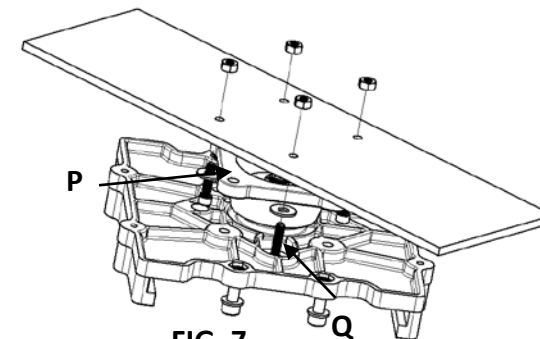

FIG. 7
◆ Secure the pivot base "P" to the panel with (4) bolts "Q" (customer supplied, 1/4 bolts recommended). (Fig. 7)
◆ Fixer la base pivotante "P" au panneau avec (4) boulons "Q" (fournis par le client, boulons ¼ recommandés). (Fig. 7)
◆ Asegure la Base Pivote "P" al panel con (4) tornillos "Q" (Suministrados por el cliente, se recomienda perno de ¼"). (Fig. 7)